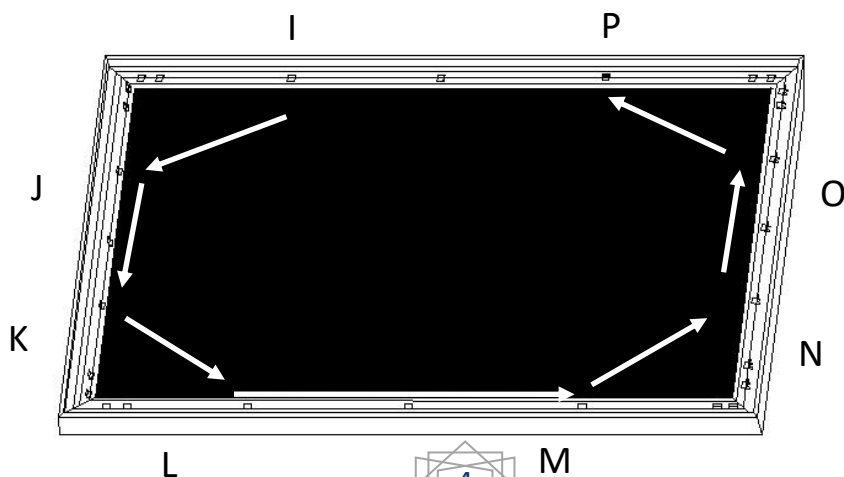

図 7
- (5) さらに、I→J→K→L→M→N→O→Pの順で固定プレートを差し込みます(図7)。